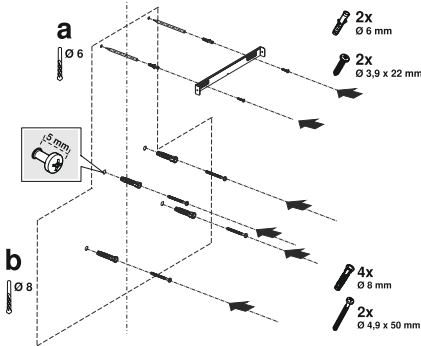

Fig. 11
1. ➤ Disegna una linea mediana dal soffitto perpendicolare al bordo inferiore della cappa (Fig. 11).
2. ➤ C'è una linguetta al centro della piastra di connessione dei fumi. Posiziona il punto centrale di questa scheda sulla linea disegnata perpendicolarmente al muro. Allineare orizzontalmente e segnare i fori in cui la piastra di connessione verrà montata tramite una penna (Fig. 11/a).
Praticare i punti contrassegnati con trapano $\text{Ø}6\text{mm}$ e inserire i tasselli in plastica $2\text{x}\text{Ø}6\text{mm}$ nei fori (Fig. 11/a).
Inserire il piatto di collegamento della canna fumaria sul parete con le viti $3.9\text{x}22$ (Fig. 11/a).
3. ➤ Per praticare i fori di sospensione della canna fumaria, posizionare la sagoma di montaggio sulla superficie su cui verrà montato l'apparecchio e contrassegnare i fori di montaggio (Fig. 11/b).
4. ➤ Praticare i fori di sospensione con trapano Ø8mm e posizionare i tasselli (Fig. 11/b).
Posizionare la vite di sospensione a 2 x4,950 con una distanza di 5 mm tra la testa della vite e il muro (Fig. 11/b).
- The cooker hood is set in the midst, and then the flue connecting plate is directly affixed to the wall, under the cover or points E and F are marked after performing a measurement (Fig. 11)
- Drill points E and F with $\varnothing 6\text{mm}$ drill bit, and insert $\varnothing 6\text{mm}$ and plastic dowels. Insert the flue connection plate with 3,9x22 screws (Fig. 11).